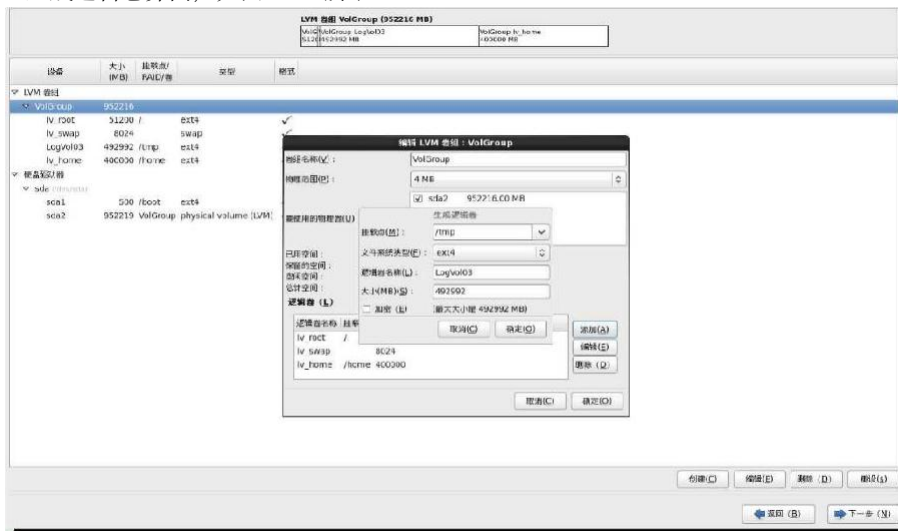

图 6-34
- o. 通过添加、编辑、删除等操作编辑逻辑卷, 并分配 mount 点。本例点击添加按钮。弹出生成逻辑卷界面, 如图 6-34 所示。